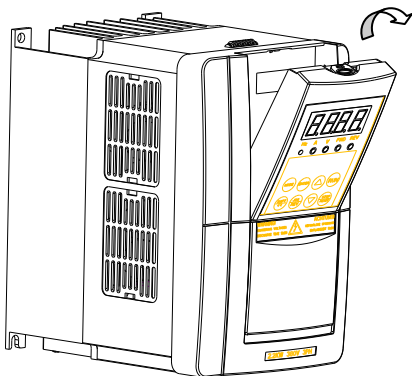

图 3-8 机形 A 操作面板及连接线安装图
**步骤 1**、用手在操作面板上方的凹口处向下按并往外扣起，拆除显示面板与主控制的连接线，既可拆下操作面板（如图 3-8 所示）。